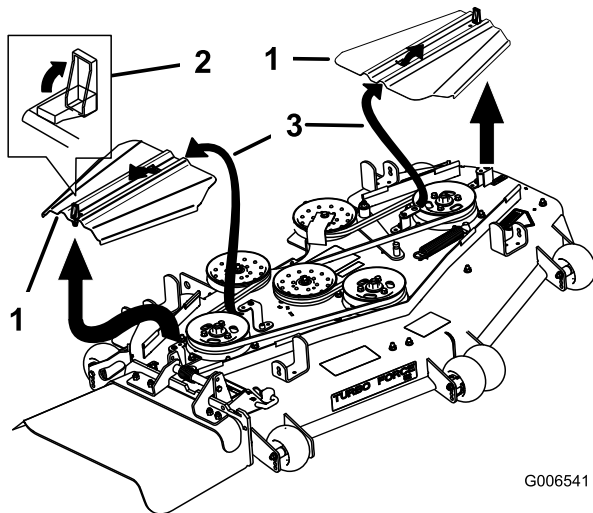

Figure 82
5. Déposez les protège-courroies (Figure 82).